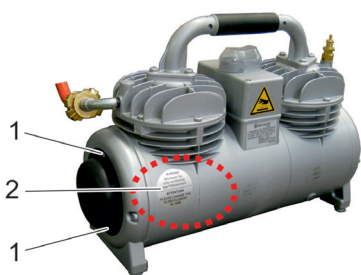

Рис. 15: Техобслуживание компрессора
- Наклейка с указанием по очистке (рис. 15, поз. 2) обозначает ту сторону компрессора, на которой находятся лопасть вентилятора и фильтровальное полотно. Ослабьте оба винта крышки с соответствующего торца компрессора (см. рис 15, поз. 1).